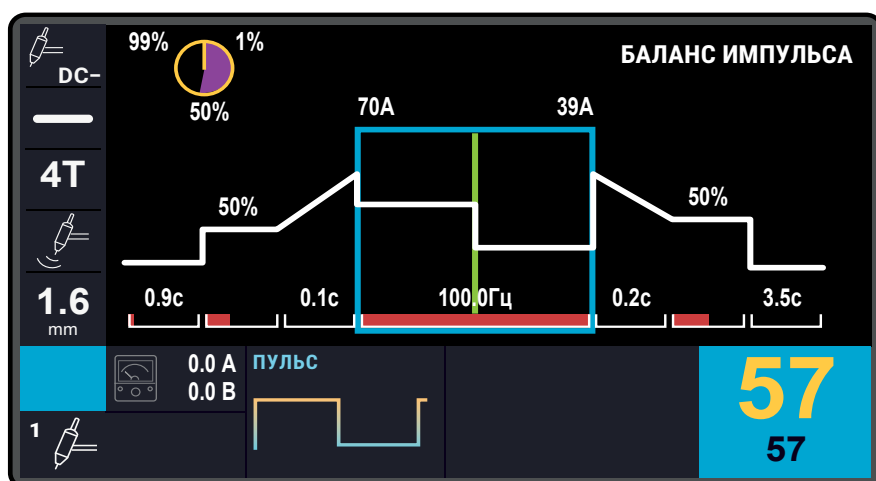

Рис. 22 — Вид циклограммы при активации параметра АВТОБАЛАНС
**АВТОБАЛАНС** — на циклограмме задается эффективное значение тока, ОСНОВНОЙ ТОК и БАЛАНС ИМПУЛЬСА, а остальные параметры цикла рассчитываются автоматически. При невозможности обеспечения заданного эффективного значения тока, звучит предупредительный звуковой сигнал, и подбирается наиболее близкое сочетание параметров (см. Рис. 22).